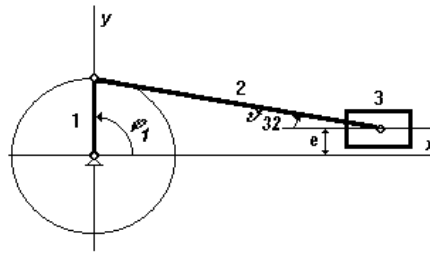

Рис. 2
1.1.2. Задавшись положительным дезаксиалом $e \approx 0,2h$ ($\approx 40\% l_1$) (рис. 2), приняв рассчитанное ранее значение l_2 для заданного хода ползуна h определить значение длины кривошипа l_1 путем последовательного табулирования выражения